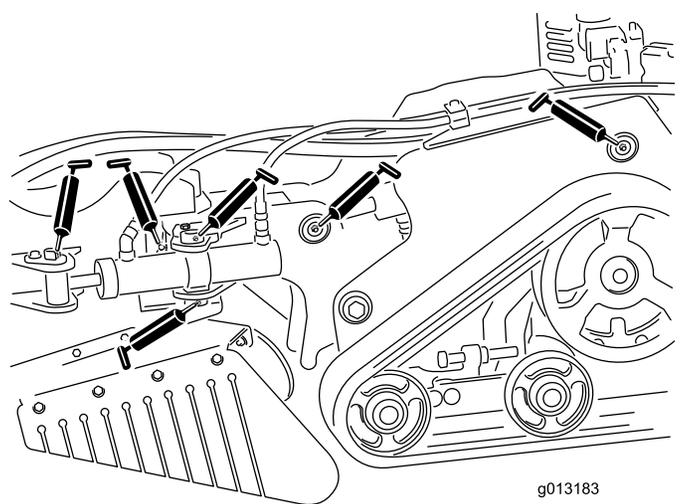
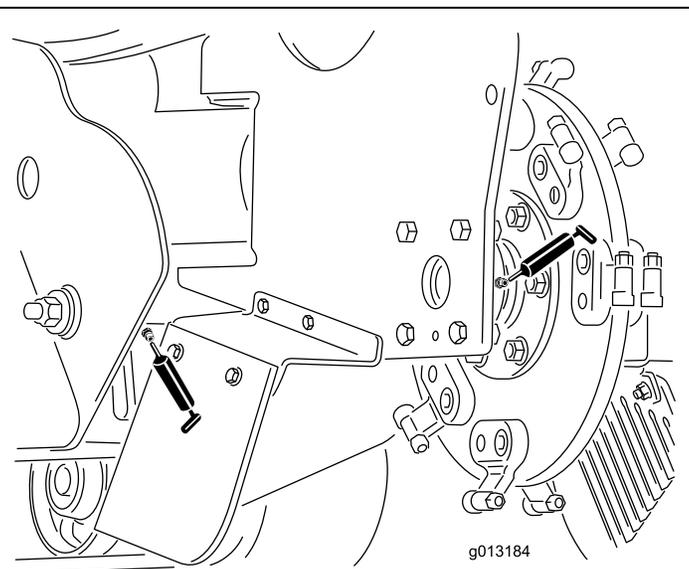

図 25
図 26
4. ニップルにグリスガンを接続する 図 25 と 図 26。